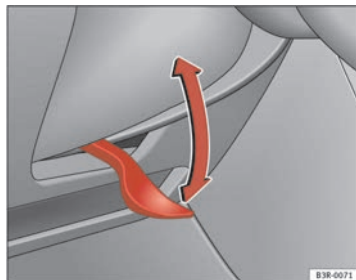

Abb. 136 Hebel unter der Lenksäule
- Schwenken Sie den Hebel ⇒ Abb. 136 nach unten ⇒ ⚠.